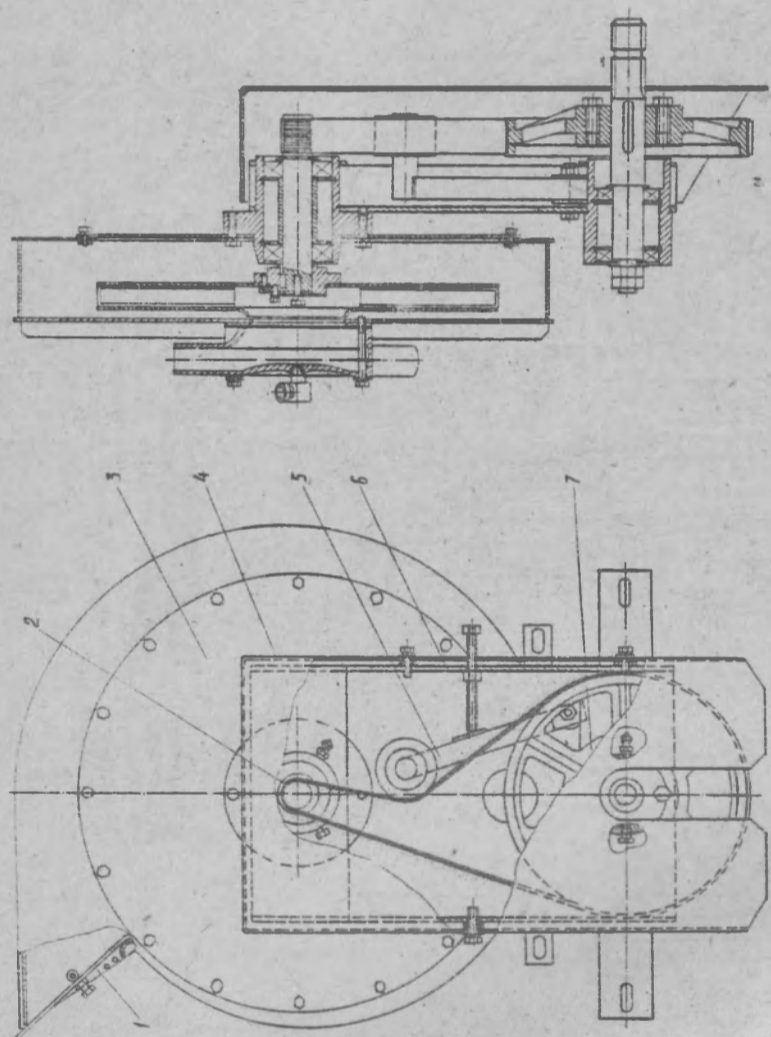

Рис. 7. ВЕНТИЛЯТОР
3.5 Вентилятор (рис.7) центробежного типа с механизмом привода и системой воздухопроводов служит для создания разрежения в вакуумной камере высевальных аппаратов. Вентилятор состоит из собственно вентилятора 3, ременной передачи 2, натяжного устройства 5, рамки 6 на которой крепится защитный кожух 4, ведущего